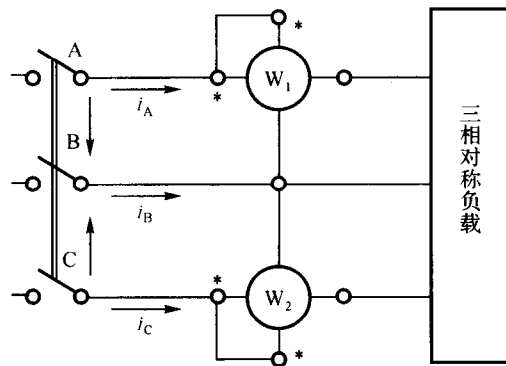

图 0-11 三相功率测试线路
(5)测量三相对称负载功率时,可采用两瓦特表法,三相总功率等于两瓦特表读数之和。两功率表的电压和电流线圈极性的正确连接法如图 0-11 所示。
两功率表的电压和电流线圈采用如图 0-11 所示的连接方法,功率表的电流线圈串入“A、C”相,测取负载电流。电压线圈的“*”端与同一功率表中电流线圈的“*”端相连,电压线圈的另一端接到不接功率表 B 相。这样,施加在功率表 W_1 上的电压为 U_{AB} , $I_A = 30^\circ + \varphi$, φ 为负载功率因数角。功率表 W_2 施加的电压为 U_{CB} , 流过的电流为 $I_C = 30^\circ - \varphi$, 故两功率表测出的功率分别为: